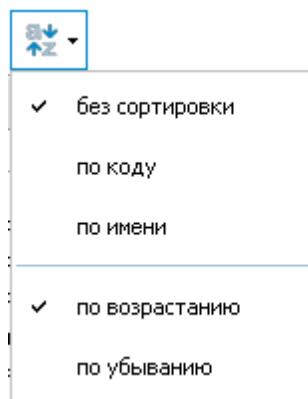

Рисунок 346
- Инструмент **Сортировка**  содержит выпадающее меню для выбора вида сортировки (рисунок 346).